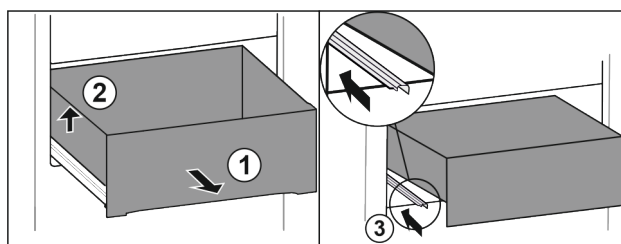

Fig. 77
► Scoateți sertarul până la opritor. Fig. 77 (1)
► Ridicați sertarul din stânga. Fig. 77 (2)
► Inșerați șina din stânga. Fig. 77 (3)